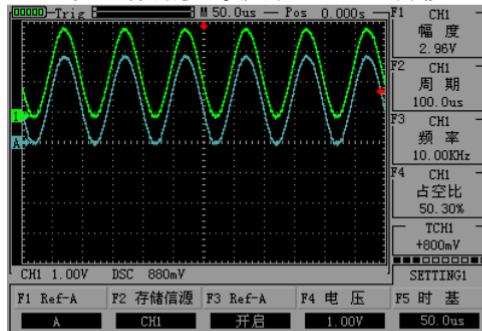

图2-17 查看参考波形
- 查看参考波形：按“MATH”→“F1”→“F3”打开参考波形Ref-A，如图2-17